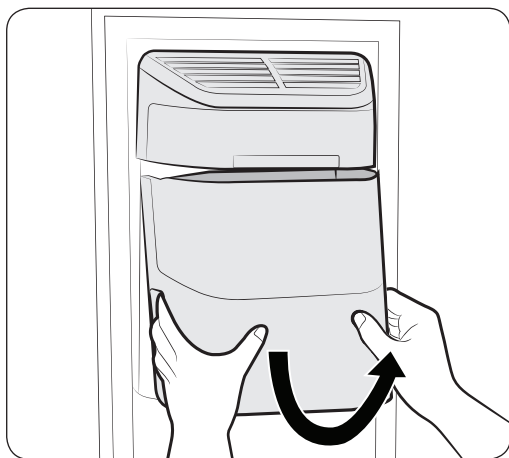

Abbildung 1
- Halten Sie den Behälter wie in Abbildung 1 gezeigt am Griff.